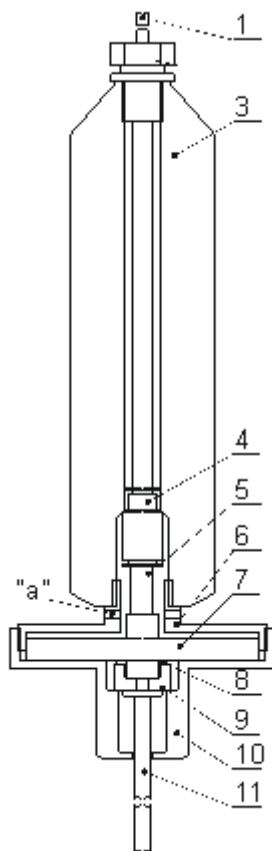

Рис. 1.3. Схема пробоотборника
Схема пробоотборника приведена на рис.1.3. Внутри пробоотборника установлен фильтр противопылевой (7), содержащий гидрофобный фильтрующий материал PTFE.